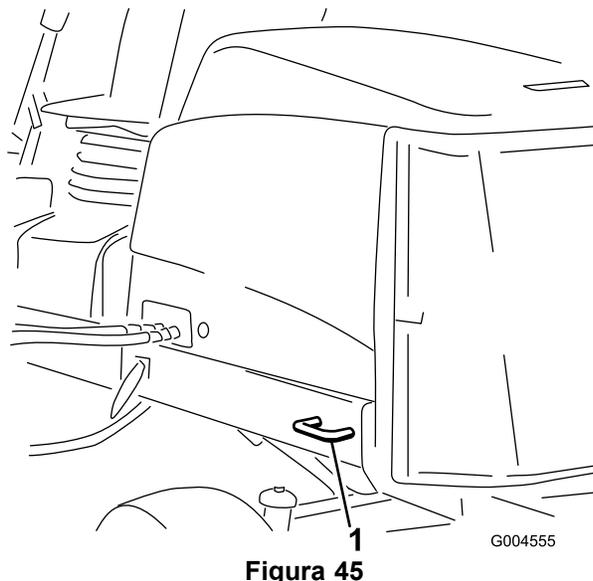

Figura 45
- Traseira – cada lado da máquina na estrutura traseira (Figura 45).